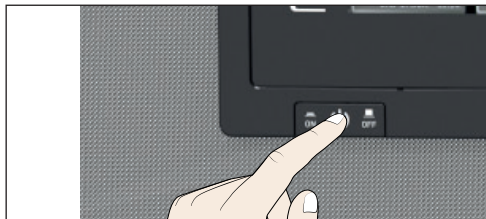

Fig. 26 Deaktivering af enheden
1. Hvis der er monteret et HEPA-filter (ekstraudstyr, Fig. 26) ved ventilatorskakten i det indvendige rum, skal det afmonteres. Det kan blive beskadiget under steriliseringen.